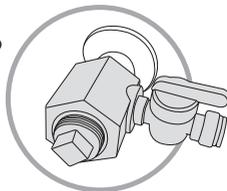

Figura 7
- 3- Rosqueie o conjunto adaptador ao ponto de água (Figura 7). Use fita veda rosca para evitar vazamentos.